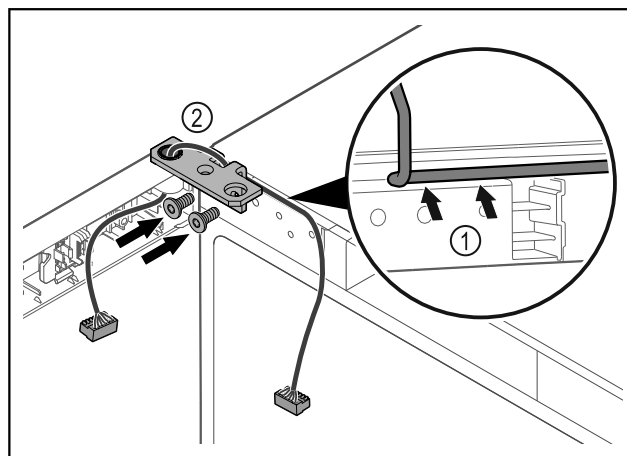

Fig. 57
- ▶ Provedite kabel kroz izrez na kutnoj šarki i oprežno ga položite Fig. 57 (1).
- ▶ Navrnite kutne šarke Fig. 57 (2).